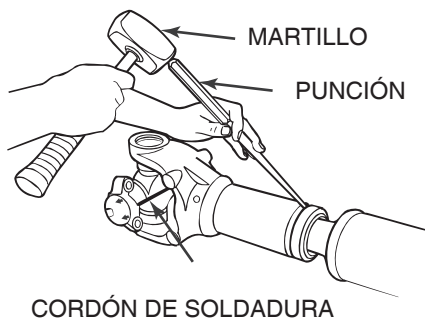

Figura 4.11
1. Use un martillo de latón, bronce o cobre y una punción para golpear el protector para fuera del sello deslizante. Figura 4.11.